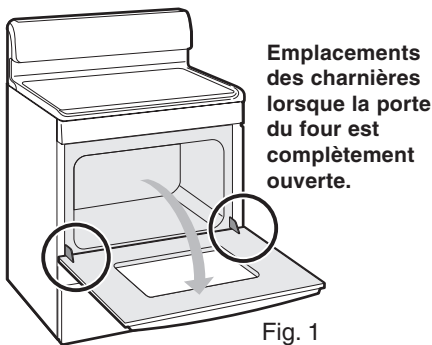

Fig. 1
1. Ouvrez complètement la porte du four (parallèle au sol, comme dans la fig. 1).
3. Ouvrez complètement la porte du four (parallèle au sol, comme dans la fig. 1).